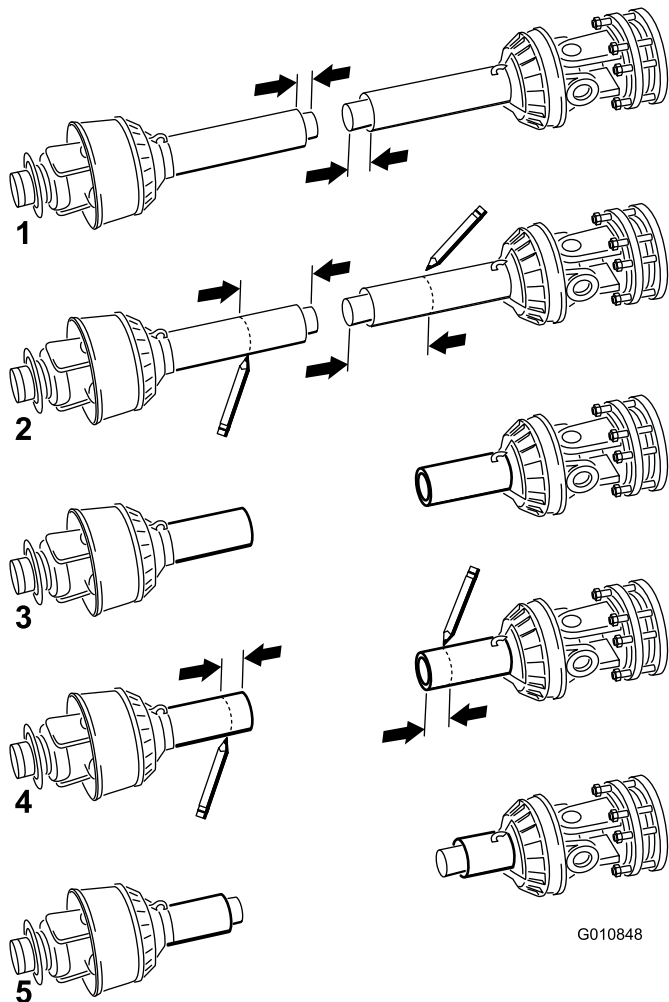

Figure 17
11. Séparez les deux moitiés de l'arbre de PDF (Figure 17, illustration 1).
12. Mesurez la distance entre l'extrémité de chaque tube et son enveloppe de protection (Figure 17, illustration 1). Notez ces distances.
13. Utilisez les dimensions déterminées à l'étape 8, repérez, marquez et coupez l'enveloppe et le tube sur chaque moitié de l'arbre de PDF (Figure 17, illustrations 2 & 3).
14. En vous aidant des dimensions déterminées à l'étape 11, repérez, marquez et coupez les enveloppes de sécurité seulement pour exposer les tubes (Figure 17, illustrations 4 & 5).